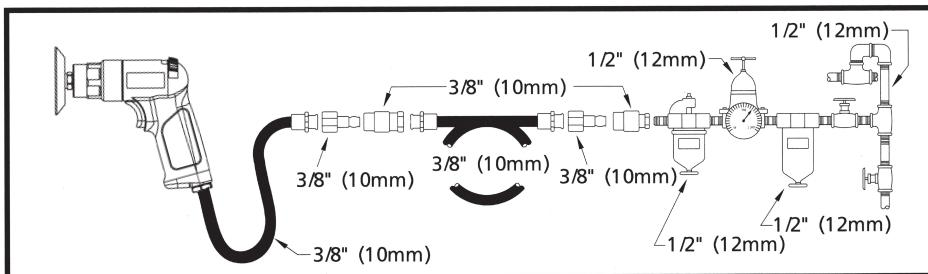

Figura 2 - Preparación de Tubería de Aire Recomendada
1. La herramienta requiere aire limpio y seco suministrado a una presión de 620 kPa bar. Cualquier presión superior puede reducir drásticamente la vida útil de la herramienta. Conecte la herramienta en la línea de aire usando el tubo y la manguera; encuele las piezas según los tamaños indicados en Figura 2.
Cuando no utilice la herramienta, cuando vaya a cambiar algún accesorio o vaya a efectuar reparaciones, cierre siempre el suministro de aire, cierre la manguera de drenaje de presión de aire y desconecte la herramienta. No dirija nunca el chorro de aire hacia usted o ningún otro. La manguera de conexión puede ser muy peligrosa, verifique siempre la manguera y sus conexiones. No utilice acoplamientos de desconexión rápida con esta herramienta. Para el uso correcto, consulte las Figura 2 instrucciones.